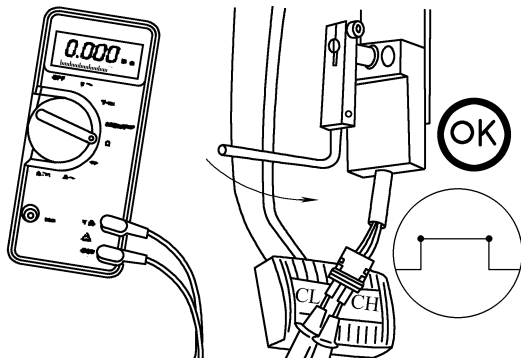

图 5-31 松开离合器踏板,测量开关两端子间的电阻
(2) 电阻检查
① 用服务软件可以监测离合器踏板位置开关是否正常工作,也可以按照下面介绍的内容进行故障诊断与排除。
② 用万用表测量离合器踏板位置开关插头两个端子间的电阻,当松开离合器踏板(接合离合器)时,电阻应小于 10Ω ,显示闭路,如图 5-31 所示。如果开关在离合器完全接合时没有闭合,应调整离合器踏板位置开关行程控制杆。